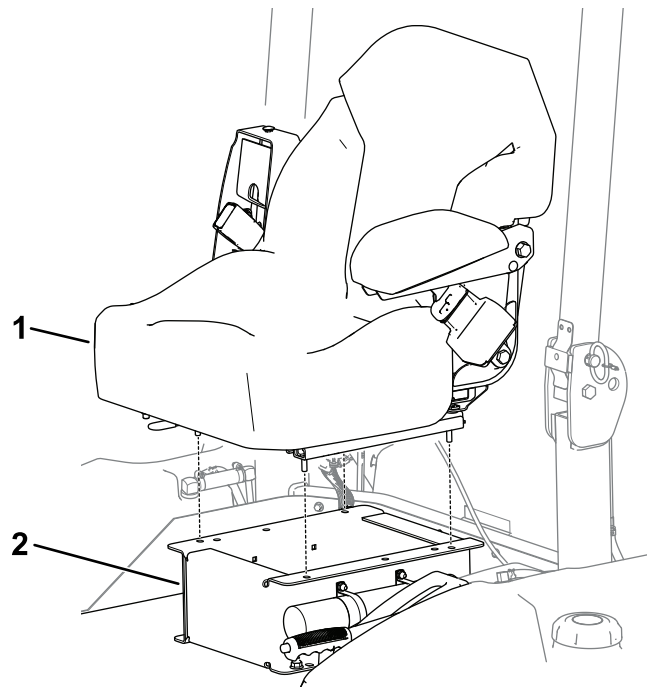

Figura 4
- Nella **Figura 4**, macchine Groundsmaster 3200 o 3300